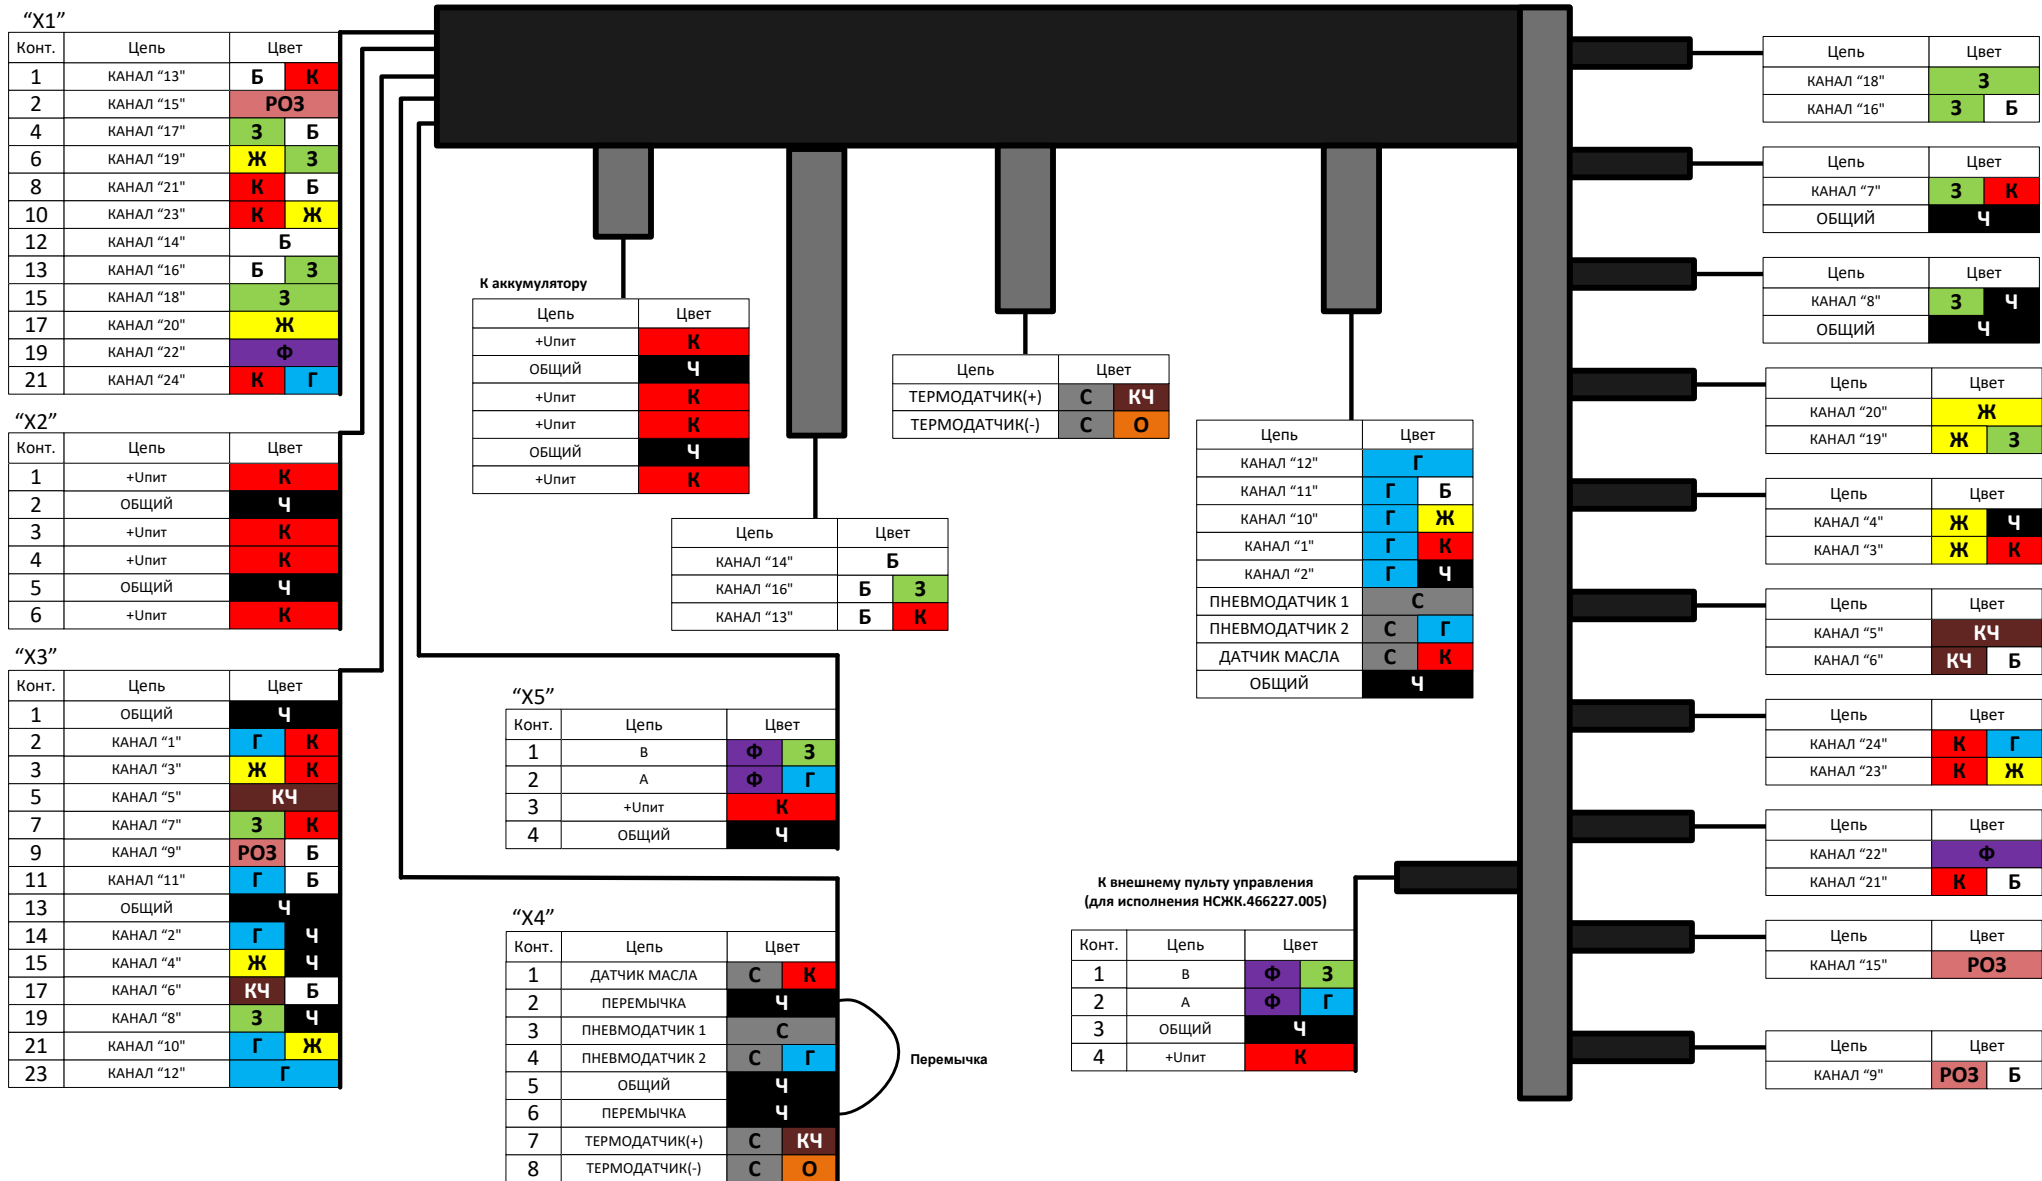

Рисунок 6.1 - Схема подключения жгута соединительного НСЖК.685613.002
2) Проложить жгут НСЖК.685613.002 (входит в комплект поставки изделия) в дорожной машине. Если требуется предварительная установка разъемов гидроагрегатов на жгут, то следует монтаж жгута в машине проводить уже после этого. Прокладывание жгута следует проводить так, чтобы не повредить фиксаторы разъемов “X1...X5”. Закрепить в удобном месте датчик температуры НСЖК.468213.003 (входит в комплект поставки) и подключить его к жгуту НСЖК.685613.002 (рисунок 6.1).
3) В зависимости от необходимой логики работы изделия переключку жгута НСЖК.685613.002 (рисунок 6.1) следует либо удалить, либо оставить. Переключка размещена у основания разъема X4 жгута НСЖК.685613.002. Таблица соответствия управляемых агрегатов номерам выходных каналов приведена в приложении 1.